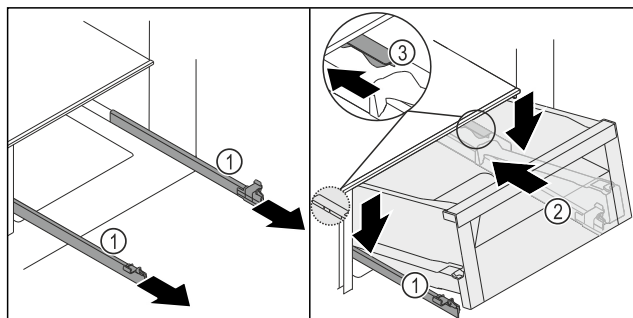
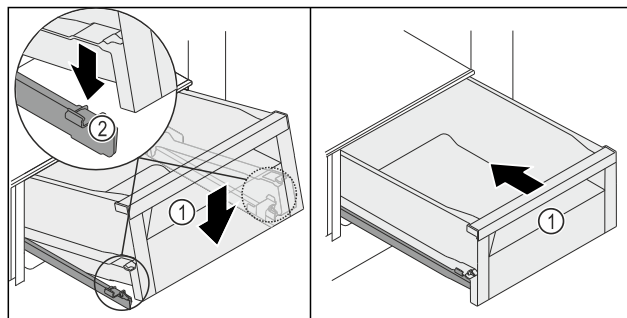

Fig. 171
Fig. 172
- Mantenere fisse le guide Fig. 171 (1) e posizionare il cassetto Fig. 171 (2) dietro il dispositivo di arresto Fig. 171 (3) sulle guide Fig. 171 (1) inserendolo dall'alto.
- Inserire il cassetto Fig. 171 (2) sulle guide Fig. 171 (1) spingendolo all'indietro fino a battuta.
- Abbassare il cassetto Fig. 171 (2) in avanti, in modo che lo stesso si inserisca tramite scorrimento a sinistra e a destra nel morsetto Fig. 172 (2).
- Il cassetto Fig. 172 (1) si innesta in modo percepibile.
- Inserire il cassetto Fig. 172 (1).